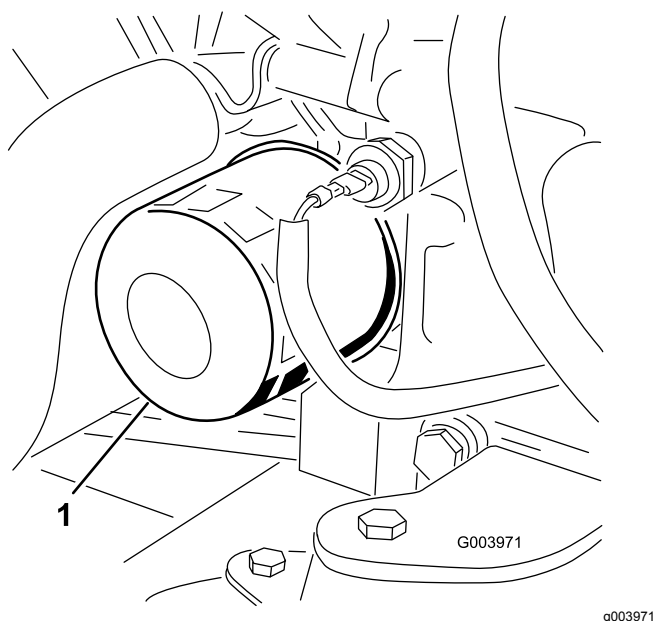

Figure 51
3. Déposez le filtre à huile (Figure 51).